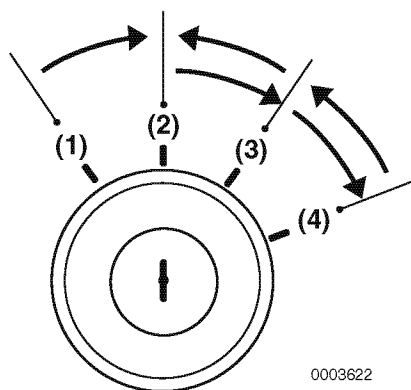

Figure 8
La position GLOW (**Figure 8, (1)**) constitue la position d'aide au démarrage. Le courant électrique est alimenté au réchauffeur d'air (le cas échéant).
La position START (**Figure 8, (4)**) fait passer le courant au démarreur. Pour démarrer le moteur, tournez la clé vers la position START, puis relâchez. La clé se met automatiquement sur la position ON.
Lorsque la clé est sur la position OFF, (**Figure 8, (2)**) le courant électrique est coupé. Dans cette position, la clé peut être introduite ou retirée.
La position ON (**Figure 8, (3)**) fait passer le courant électrique aux commandes et à l'équipement et permet au moteur de continuer à tourner. Pour arrêter le moteur, gardez le commutateur à clé sur la position ON, puis appuyez sur le bouton d'arrêt moteur. Après avoir arrêté le moteur, tournez la clé sur la position OFF.